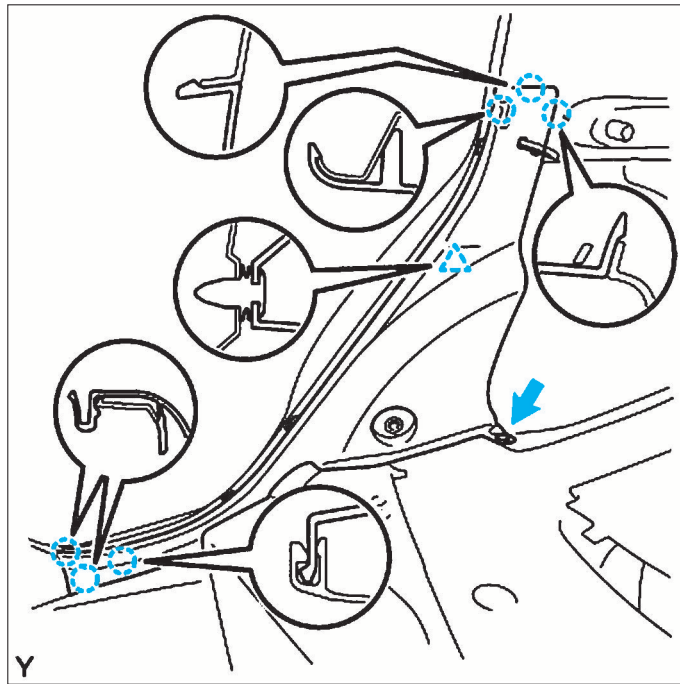

FIG. 16
- Déposer la garniture latérale inférieure de porte arrière (fig. 16)